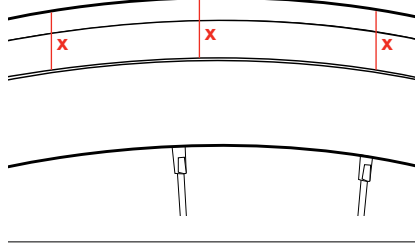

Abb. 18. Korrekt. Darauf achten, dass die eingeformte Linie im Reifen überall den gleichen Abstand zur Felge hat (X-Abstand).
10. Überprüfen Sie den korrekten Sitz des Reifenwulstes in der Felge. (Abb. 18 und 19). Die meisten Reifen verfügen auf der Reifenflanke in der Nähe des Reifenwulstes über eine eingeformte Linie. Der Abstand zwischen dieser eingeformten Linie und der Oberkante der Felge muss im gesamten Verlauf der Felge gleichmäßig sein. Ist dies nicht der Fall, die Luft aus dem Reifen ablassen und den Vorgang wiederholen.